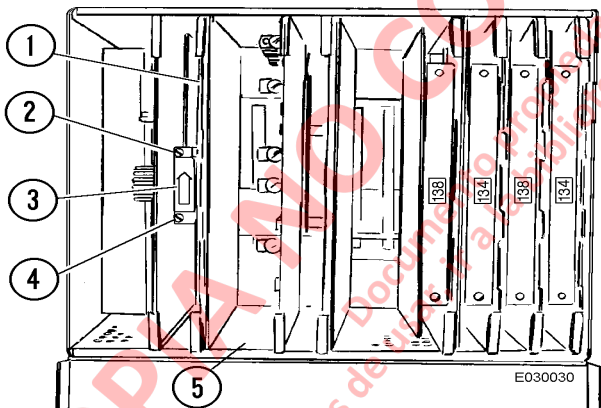

FIGURA 3-2. UBICACIÓN DE LA BATERÍA
13. Conecte un VOM en los tornillos que aseguran la placa verde en el borde de la tarjeta de la CPU del PSC en el panel ICP. Conecte el conductor positivo al tornillo superior (2, Figura 3-2) y el negativo al tornillo inferior (4).
14. Conecte un VOM en los tornillos que aseguran la placa verde en el borde de la tarjeta de la CPU de la TCI en el panel TCI. Conecte el conductor positivo al tornillo superior (2) y el negativo al tornillo inferior (4).